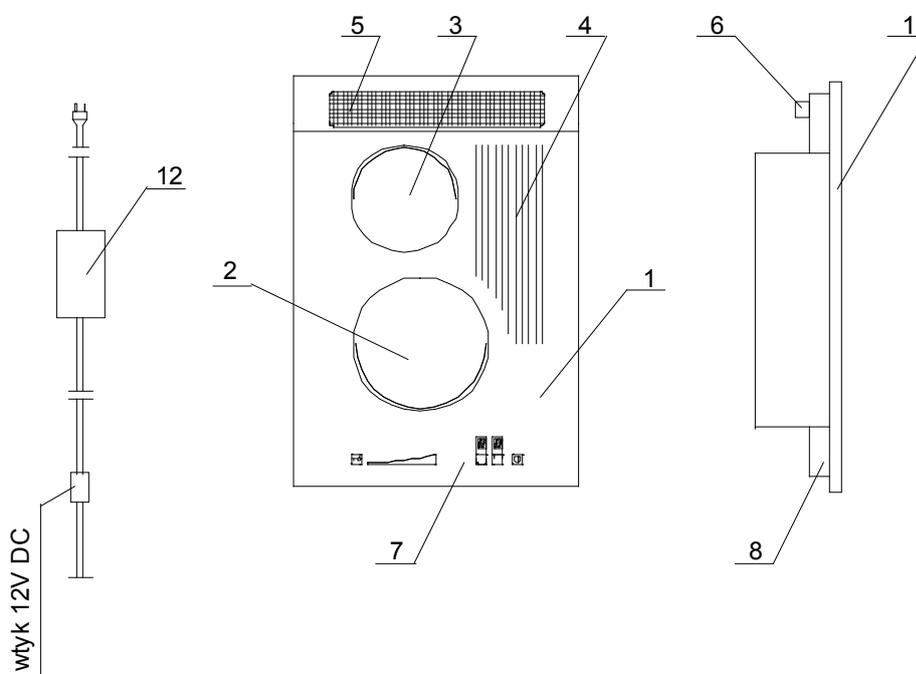

Рис. 1
Варочная панель (рис. 1) имеет 2 инжекторных газовых горелок с мощностью, указанной в представленной выше таблице, с керамическим вкладышем, оснащенных зажигательными электродами и ионизирующими датчиками контроля горящего газа. Горелки, в которых происходит каталитическое сжигание газа, вырабатывают **инфракрасное излучение**. Они прикрыты стеклокерамической плитой, на которой выделены четыре графически обозначенных на панели конфорки над керамическими горелками, а также две горячие зоны над каналами продуктов сгорания газовых горелок, **не потребляющие газ**.
В случае питания варочной панели жидким газом из баллона, она подключается с помощью патрубка Ø10/R1/2", ввинченного в патрубок впуска газа, **поз. 6 на рис. 1**, после предварительного вывинчивания ниппеля 1/2". На вентиле баллона крепится **редуктор для жидких газов**. Редуктор с варочной панелью соединяется эластичным шлангом для жидких газов (с максимальной длиной до 3 м) с закрепленными по обеим сторонам манжетами. **Редуктор и эластичный шланг должны иметь сертификат безопасности**.
- вставить штепсель провода источника питания в розетку домашней сети, а кабель низкого напряжения 12 В, заверченный круглым штепселем, поместить в розетке питания варочной панели. Она находится снизу прибора, **рис. 1 поз. 8**,